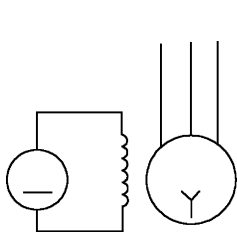

图 4-25 绘制实线
(10) 选中“实线”图层，单击“置为当前”按钮，将其设置为当前图层，然后关闭“图层特性管理器”选项板。
(11) 在“实线”图层上利用“直线”“圆”“多段线”等命令绘制一系列图线，如图4-25所示。